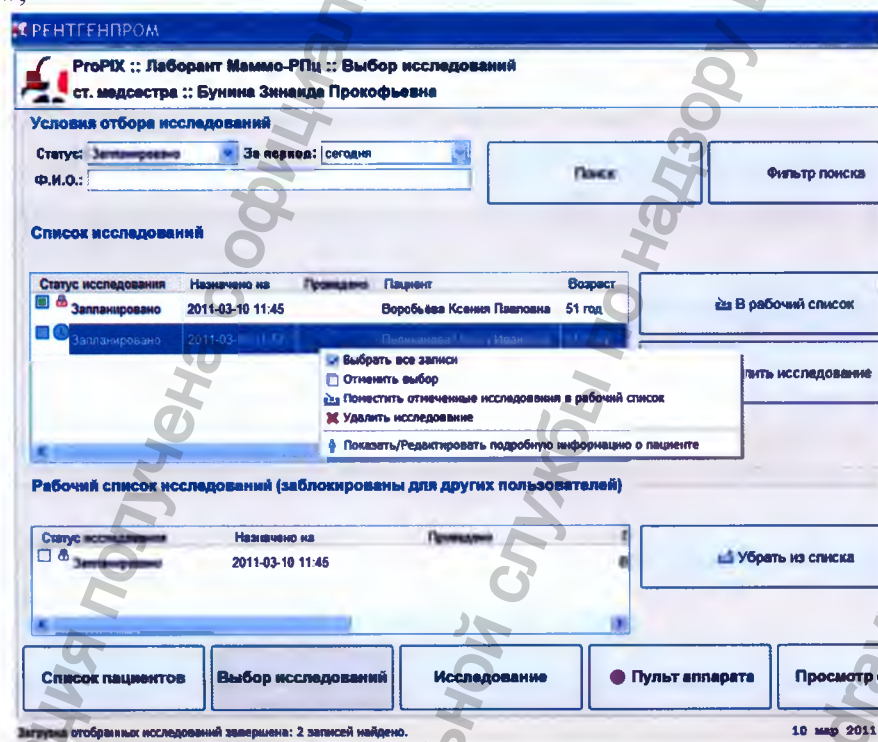

Рисунок 18 – Окно со списком запланированных исследований
- нажать кнопку «Выбор исследований» - на экран выйдет список запланированных регистратором (или лаборантом) исследований (рис.18);